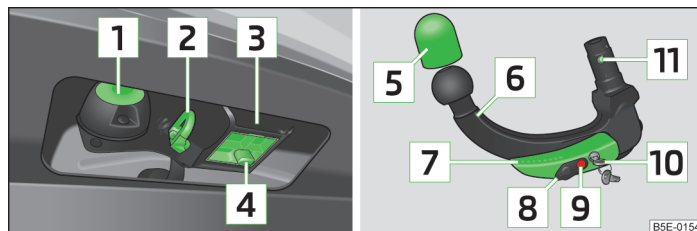

Fig. 152 Suportul dispozitivului de tractare / tija cuplei
- Trageți capacul 4 » fig. 152 la pagina 175 în jos.
- Introduceți capacul de protecție **4** » fig. 152 la pagina 175 pe locașul de fixare.